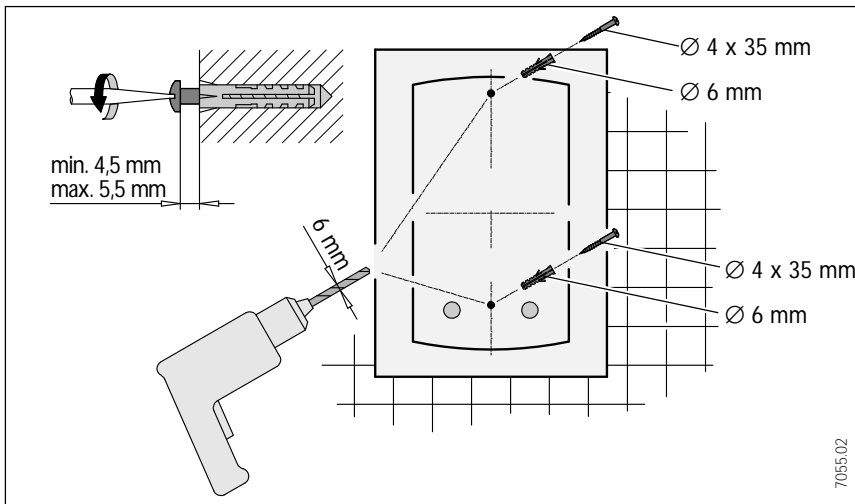

Abb. 8
4. Mit Hilfe der **Montageschablone** (Seite 16 und 17) die Position der Bohrlöcher bestimmen und **bohren**. **Dübel** einstecken und **Schrauben** einschrauben (Einschraubtiefe beachten, siehe Abb. 8).